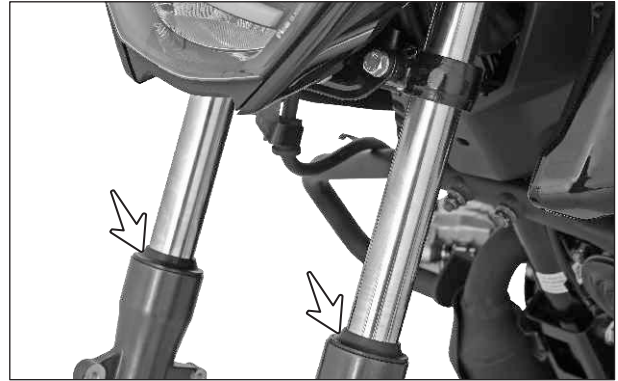

Fig. 2.50
- Revise que no hayan fugas de aceite en ambos lados de la suspensión. (Fig. 2.50)